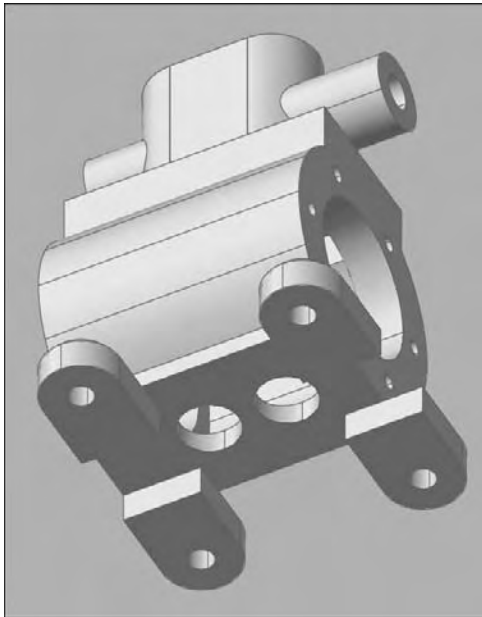

Fig.16.20
- 2 Effectuez une soustraction booléenne entre la pièce complète et les deux cylindres (fig.16.20).